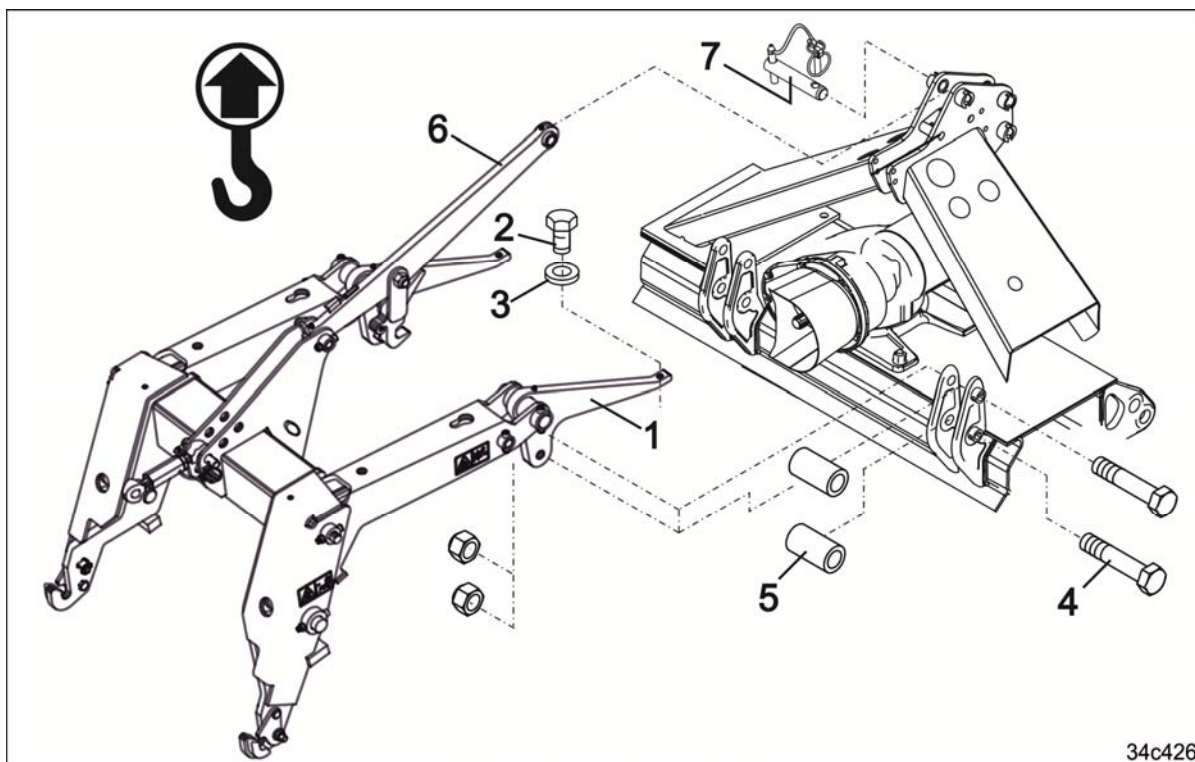

図 88
5. ハンガー（図 88/1）を以下の手段で整地機械にねじ固定してください。
- 機械ねじ（図 88/2）2 本
とワッシャ（図 88/3）
- ねじ（図 88/4）4 本
とスペーサスリーブ（図 88/5）4 個
6. アッパーアーム（図 88/6）にピン（図 88/7）を差し込み、リンチピンで固定してください。